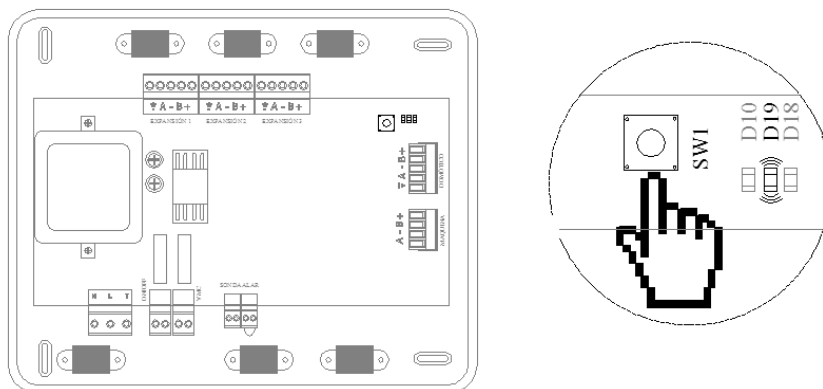

Fig. 57
* *Reset del sistema.* En caso de necesitar resetear todo el sistema, mantenga pulsado SW1 hasta que el LED 19 deje de parpadear (fig. 57).